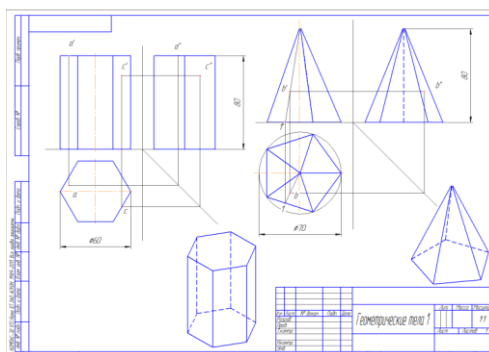

Рисунок 10.1 – Геометрические тела 1
2.1 Построение геометрических тел начнем с выполнения 3-D моделей по приведенным чертежам геометрических тел (см. рисунок 10.1 и 10.2).
Простановка размеров: РАЗМЕРЫ - ЛИНЕЙНЫЕ РАЗМЕРЫ, для задания размера основания пирамиды, начертить окружность диаметром 70мм, описанную вокруг пятиугольника. Заполнение основной надписи чертежа (см. рисунок 10.1).
Второй лист задания содержит чертежи тел вращения – цилиндра и конуса. Чертежи выполняются по той же схеме, что и предыдущий лист (см. рисунок 10.1).